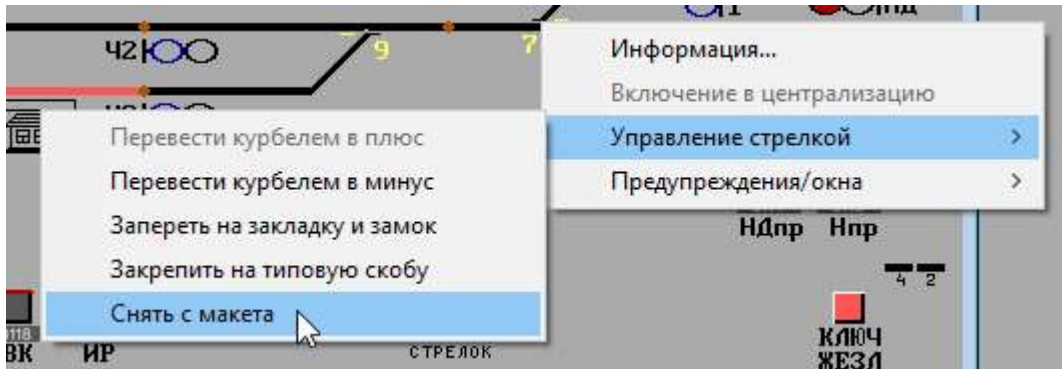
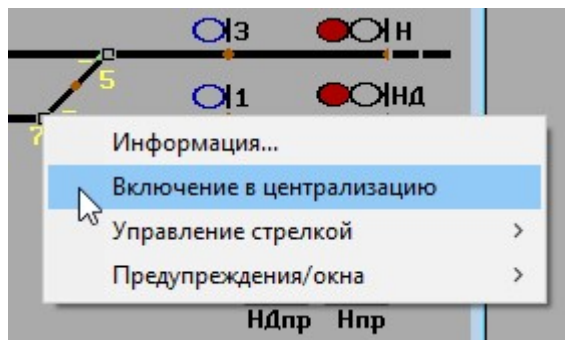

Рис. 36. Снятие макета.
Рис. 37. Включение стрелки в централизацию.
7. Чтобы снять макет со стрелки необходимо вызвать подменю «Управление стрелкой» и выбрать пункт «Снять макет» (рис. 36). После этого стрелку можно включить в централизацию (рис. 37).